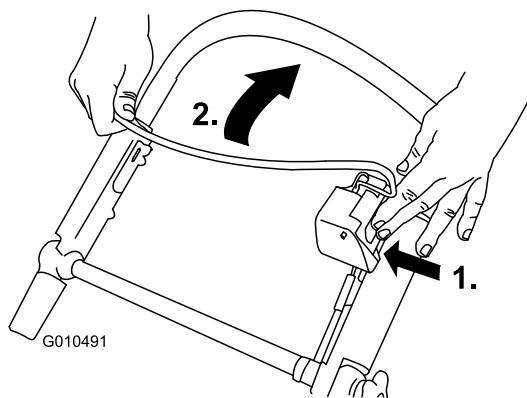

Figura 23
1. Pulse el botón de control de la cuchilla y tire de la barra de control de la cuchilla hacia el manillar (Figura 23).